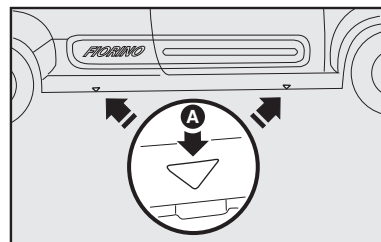
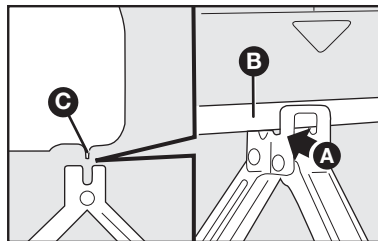

fig. 5
fig. 6
3) Colocar o macaco onde está marcado o símbolo ▼ **A-fig. 5**, perto da roda a substituir, e certificar-se de que a ranhura **A-fig. 6** do macaco esteja bem encaixada na longarina **B** ou **C-fig. 6**.